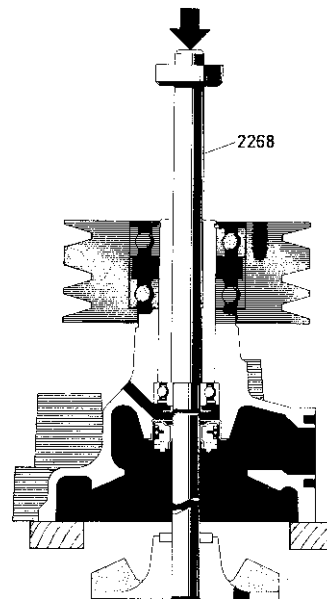

Fig. 160. Demontering av skovelhjul, lager och tätning
3. Placera pumpen enligt fig. 160 och pressa med dorn 2268 ut skovelhjul, axeltätning, avkastarring och bakre lager i ett tempo.